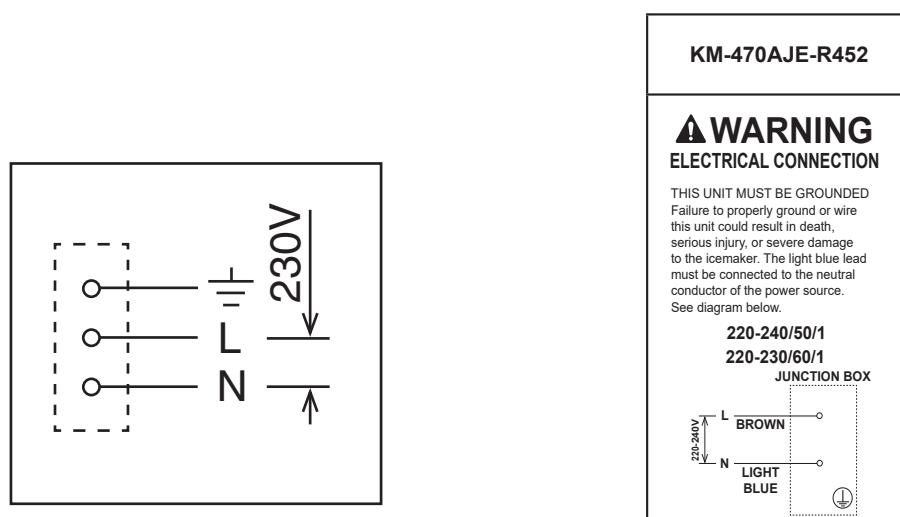

Fig. 4
- Le raccordement électrique doit être réalisé conformément aux consignes de l'étiquette « AVERTISSEMENT », fournie avec les fils en spirale dans la boîte de jonction. Voir fig. 4.